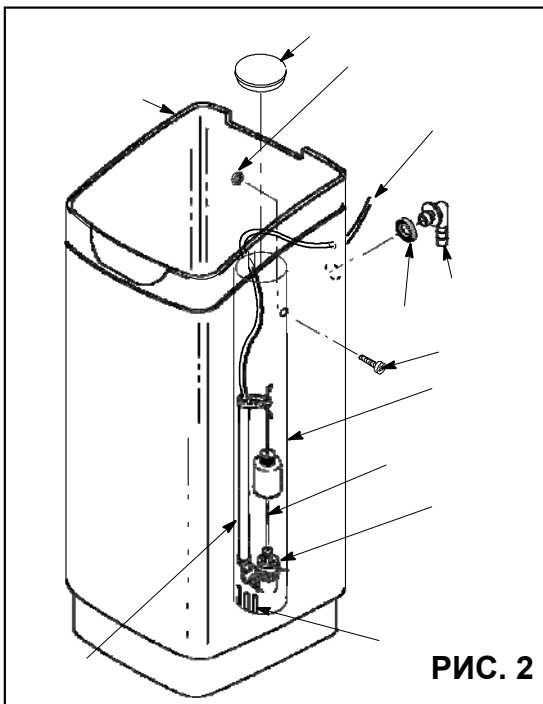

РИС. 2
a. Правильно поместить соляную шахту. На солевом баке расположить желобки на дне соляной шахты по направлению к стенке бака, как показано на рис.2. Затем с помощью винта и гайки (в мешке с запасными частями) закрепить соляную шахту на месте.
b. Опустить солевой клапан в солевую шахту. Протолкнуть трубы в верхний желоб солевой шахты (рис.2) и вывести их из солевого бака через маленькое отверстие в задней стенке солевого бака.